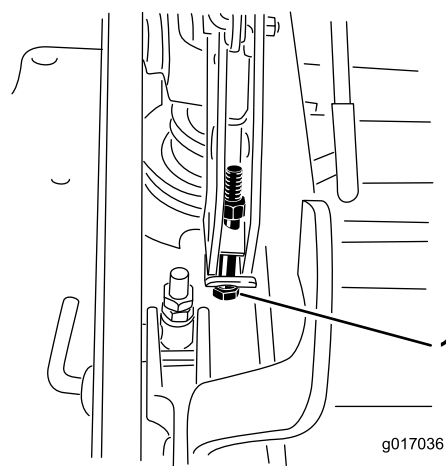

Figura 111
12. Se il piatto è troppo basso, serrate il bullone di regolazione da un punto unico ruotandolo in senso orario. Se il piatto è troppo alto, allentate il bullone di regolazione da un punto unico ruotandolo in senso antiorario (Figura 111).